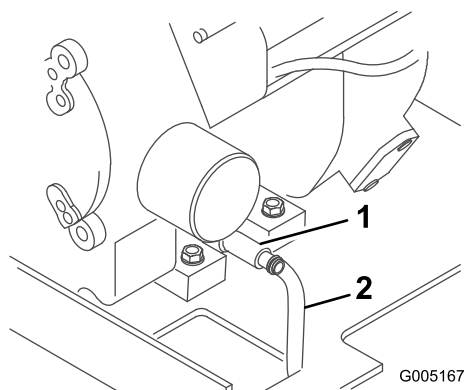

Рисунок 25
- Наденьте один конец шланга на сливной клапан, а другой на поддон (Рисунок 25).
- Откройте сливной клапан, поворачивая его против часовой стрелки и одновременно вытаскивая (Рисунок 25).